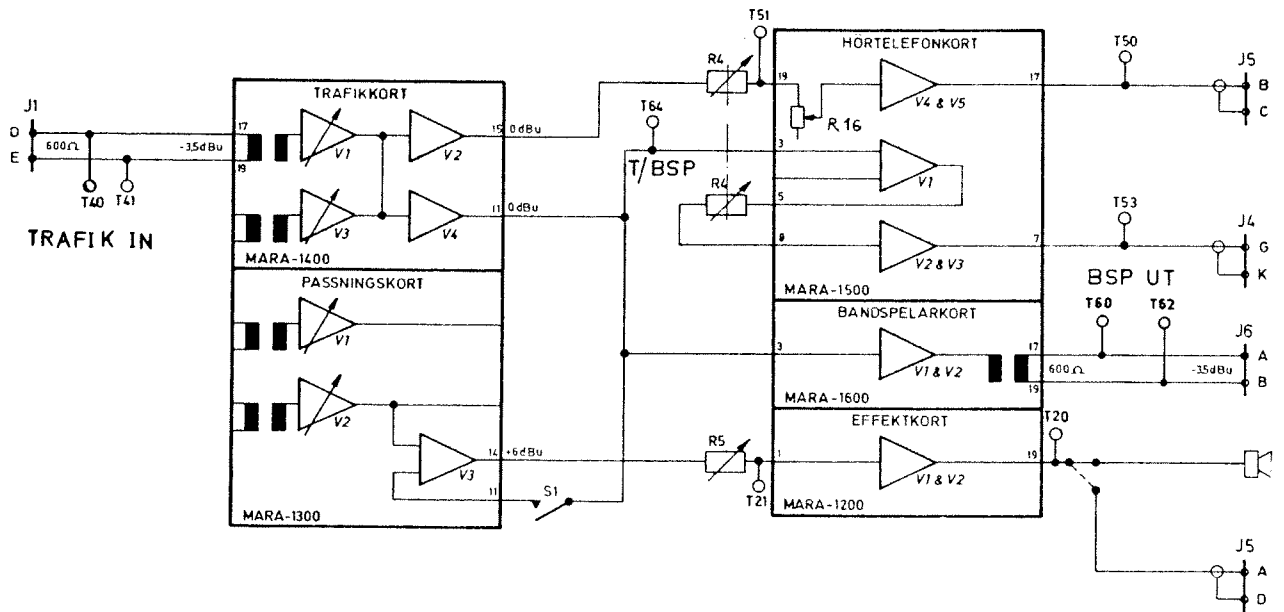

Bild 39. Blockschema BEE bandspelare
6.5.2.1 Anslut LF-generatorn och URI-metern till betjäningseenhetens mätuttag T40 och T41 TRAFIK IN. Se bild 39 och 40.